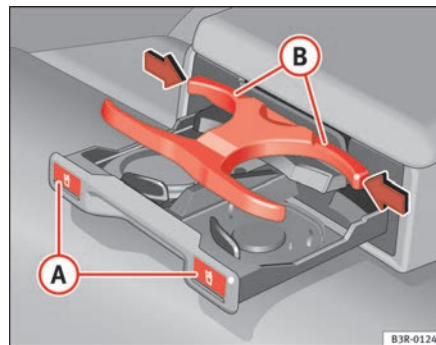

Fig. 132 Portabicchieri nel bracciolo centrale posteriore
- Premere sul simbolo (A) ⇒ fig. 132.